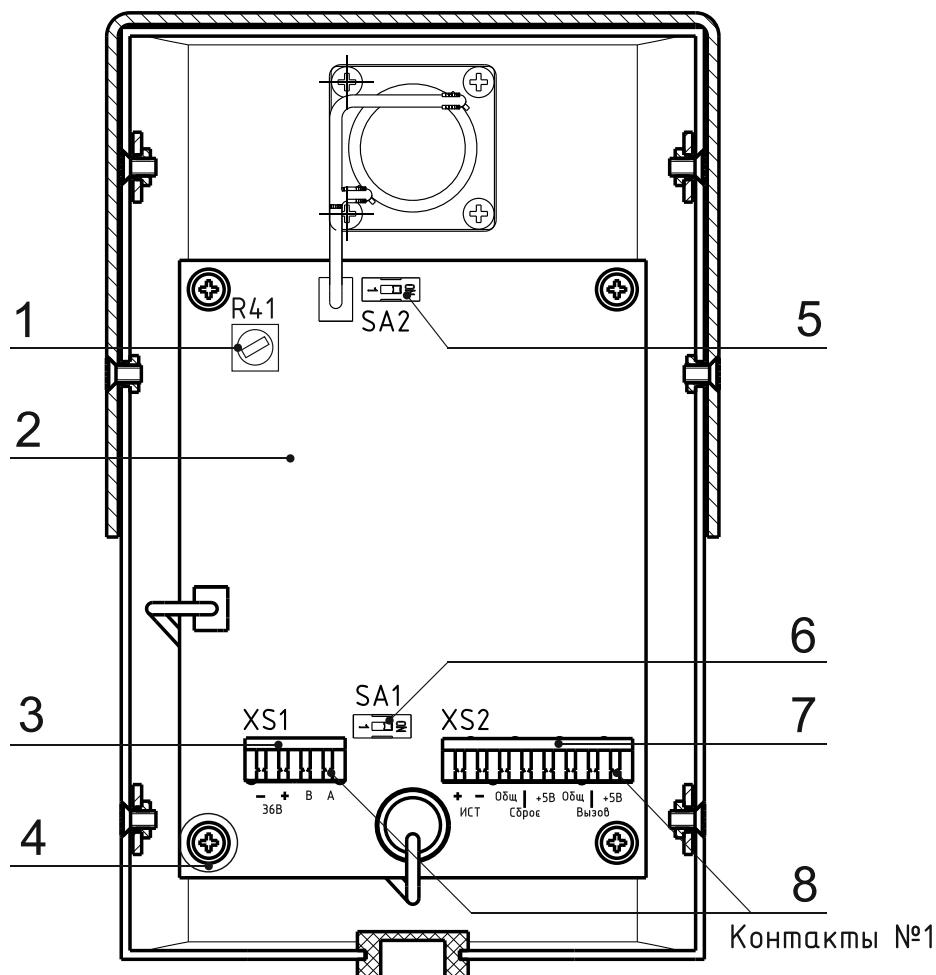

Рис. 2. Вид на АВУ со снятой задней крышкой.
4). Подключите к разъему XS1 (рис. 2, поз. 3) линию связи с ЛБС и другими АБУ системы. При наличии на одной линии нескольких АБУ, они подключаются к линии связи с ЛБС последовательно, соединений типа «звезда» на одной линии не допускается. Схема подключения указана в приложении 1.
5). Подключите под винт рис. 2, поз. 4. экранирующие оплетки линий связи с ЛБС и другими АБУ.
6). Включите согласующие резисторы у последних АБУ в каждой линии связи с ЛБС. Для включения резистора переведите переключатель SA1 (рис. 2, поз. 6) в положение «ON». Переключатель должен быть включен только у одного, последнего АБУ в каждой линии, у остальных АБУ он должен быть выключен.
7). Проконтролируйте положение переключателя SA2 (рис. 2, поз. 5), отвечающего за сброс адреса АБУ. Для нормальной работы АБУ он должен быть выключен.
8). Подключите к разъему XS2 (рис. 2, поз. 9) светозвуковое табло, устройство вызова помощи для МГН и устройство сброса. Схема подключения приведена в приложении 2.
При изменении конфигурации системы или установке в систему ранее использованного АВУ, необходимо выполнить сброс его адреса АВУ на заводской (по умолчанию). После сброса адреса возможно запрограммировать АВУ в систему. Для смены адреса на заводской необходимо: выключить питание ЛБС, к которому подключено АВУ; включить на плате АВУ переключатель SA2 (рис. 2 поз. 5), после этого включить ЛБС (подать питание на АВУ). Адрес АВУ будет заменен на заводской. После этого переключатель SA2 необходимо выключить, а затем запрограммировать АВУ в систему.